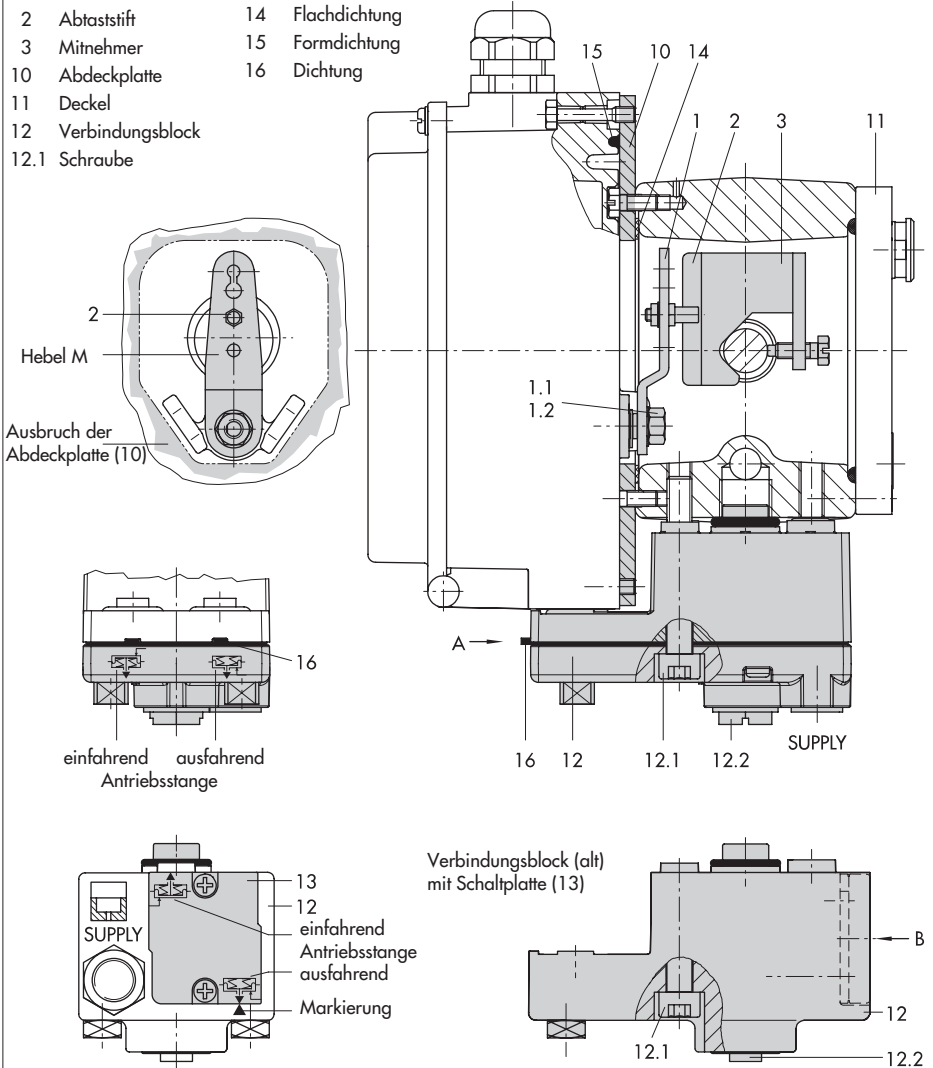

Bild 5 · Direktanbau – Stelldruckanschluss für Antrieb Typ 3277 mit 240, 350 und 700 cm²
1. Mitnehmer (3) an die Antriebsstange setzen, ausrichten und so festschrauben, dass die Befestigungsschraube in der Nut der Antriebsstange sitzt.
2. Abdeckplatte (10) mit schmaler Seite des Ausbruches (Bild 5 links) in Richtung zum Stelldruckanschluss befestigen, die aufgeklebte Flachdichtung (14) muss zum Antriebsjoch zeigen.
3. Bei Antrieben mit 700 cm² am Hebel **M** (1) auf der Stellungsreglerrückseite den Abtaststift (2) aus Stiftposition **35** lösen und in die Bohrung für Stiftposition **50** umsetzen und verschrauben.
6. Kontrollieren, ob die Zunge der Dichtung (16) seitlich am Verbindungsblock so ausgerichtet ist, dass das Antriebsymbol für „Antriebsstange ausfahrend“ bzw. „Antriebsstange einfahrend“ mit der Ausführung des Antriebes übereinstimmt. Andernfalls müssen die drei Befestigungsschrauben entfernt, die Deckplatte abgehoben und die Dichtung (16) um 180° gedreht wieder eingelegt werden. Beim alten Verbindungsblock (Bild 5 unten) muss die Schaltplatte (13) so gedreht werden, dass das entsprechende Antriebssymbol zur Pfeilmarkierung ausgerichtet ist.
7. Verbindungsblock (12) mit seinen Dichtungen an Stellungsregler und Antriebsjoch ansetzen und mit Befestigungsschraube (12.1) festziehen. Bei Antrieb „Antriebsstange einfahrend“ zusätzlich den Stopfen (12.2) entfernen und die externe Stelldruckleitung montieren.
8. Deckel (11) auf der Gegenseite montieren. Dabei unbedingt darauf achten, dass im eingebauten Zustand des Stellventiles der Entlüftungstopfen nach unten zeigt, damit evtl. angesammeltes Kondenswasser abfließen kann.